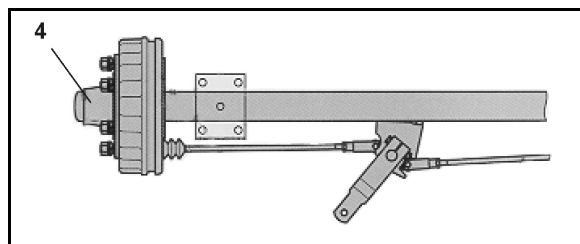

Fig. 67
- Fig. 67: Axel med excenterbroms